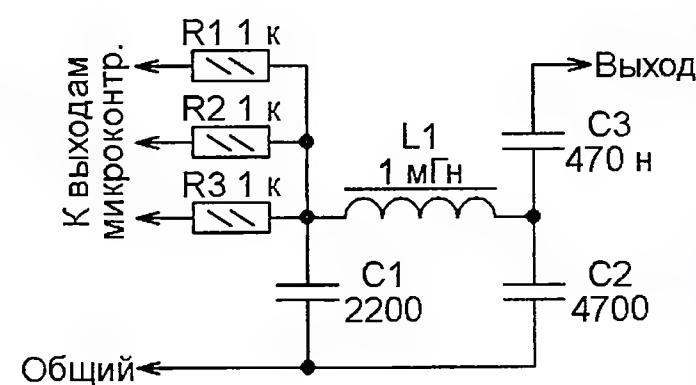

Рис. 10
**Формирователь "почти синусоидального" напряжения (рис. 10, <http://prosje.be/Projects/Perimeter2ender.png>).** Подключают к трём выходам микроконтроллера, на которые выводится повторяющаяся последова-